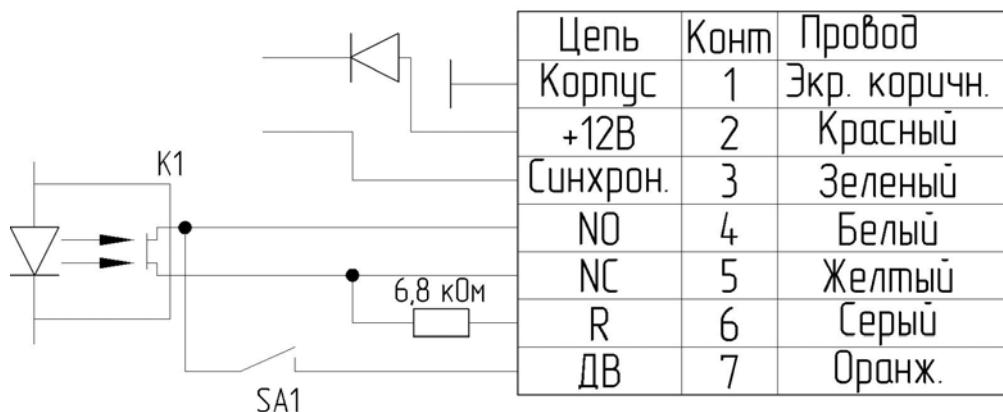

Рисунок 7.1. Схема выходных цепей блока приемника
- 7.7. При неудовлетворительном результате настройки чувствительности извещателя установить переключку разъема «MODE» в положение 1 (диапазон повышенной чувствительности, как правило, данный режим используется при размещении извещателя вдоль ограждений, стен зданий и т.д.) и повторить настройку согласно п. 7.6. Контроль тревожного извещения осуществлять по загоранию индикатора «ALARM» и изменению состояния сигнального шлейфа (контакты NO – «общий» и NC – «нормально замкнутый» в цепи выходного реле (см. рис. 7.1.)). Для нестандартных вариантов применения существует третий режим работы извещателя, когда переключка разъема «MODE» не ставится (крепится на один штырек). Этот режим является самым чувствительным.